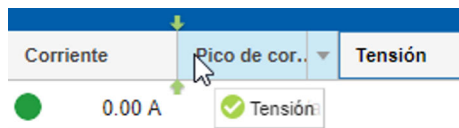

Fig. 96: Desplazar un parámetro
5. En caso necesario, puede hacer clic en un parámetro (p. ej., "Corriente") y cambiarlo de sitio en la línea de títulos (Fig. 96).